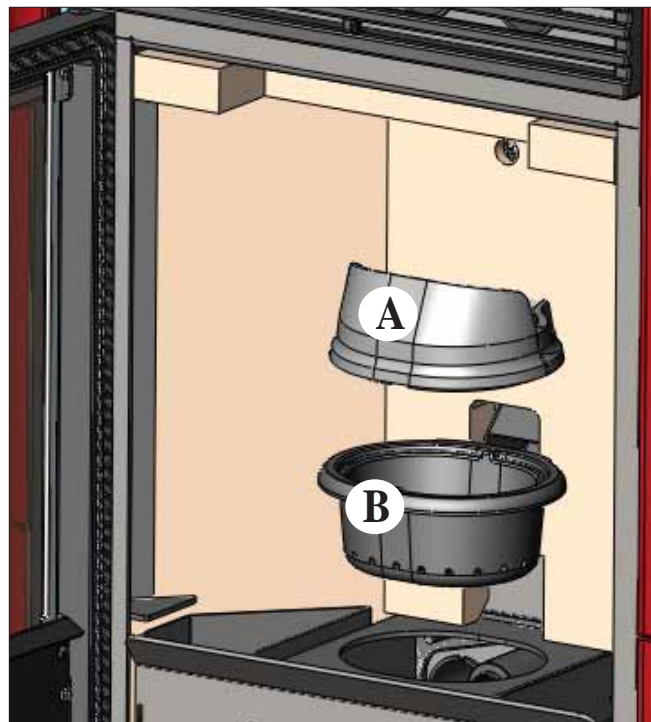

fig. 1
Après un nettoyage normal, il est **PRIMORDIAL** d'assembler correctement le creuset supérieur (A) (fig. 1) avec le creuset inférieur (B) (fig. 1) afin de ne pas compromettre le fonctionnement du poêle.